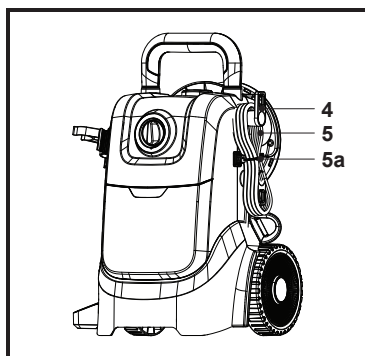

Fig. 23
2. Înfășoară cablul de alimentare (5) pe cele două suporturi de cablu (4) și fixează-l în loc cu clema furnizată (5a) (fig. 23).